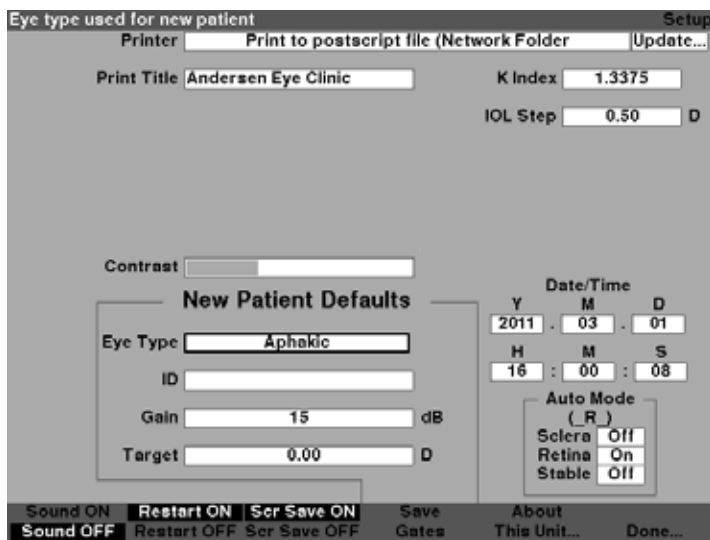

Figura 5-45 Tipo de olho padrão modificado
- Pressione o botão giratório ou o botão $\sqrt{\quad}$ para salvar o Tipo de olho padrão selecionado e desativar o campo conforme mostrado na Figura 5-45.